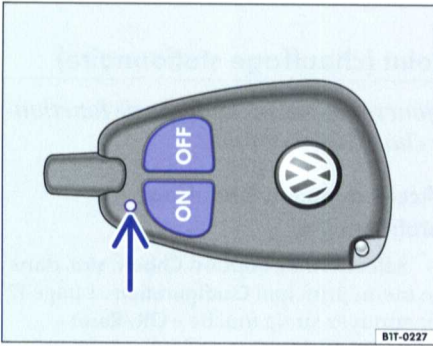

Fig. 91 Chauffage d'appoint : radiocommande
**[ON]** Active le chauffage d'appoint ⇒ fig. 91.